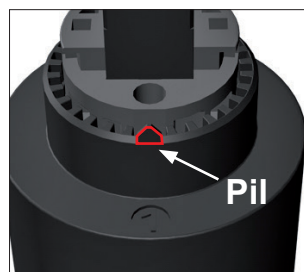

Bild 1. På ovsidan av insatsen sitter pilen som skall peka på önskat läge på varmvattenringen.
7. Rotera ringen motsols så att markering för önskad inställning är direkt ovanför pilen på insatsen (Bild 1). Du kan behöva vrida spaken (Bild 3) så att ringen går att trycka fast i önskat läge.